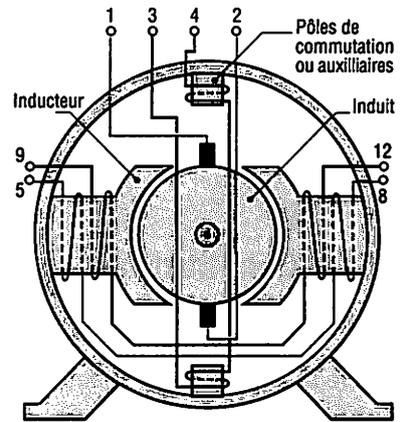

Fig. 8 : Disposition des enroulements dans une machine à courant continu. Bornes 5-8 : excitation série. Bornes 9-12 : excitation shunt.
3.2. Disposition des enroulements (fig. 8)